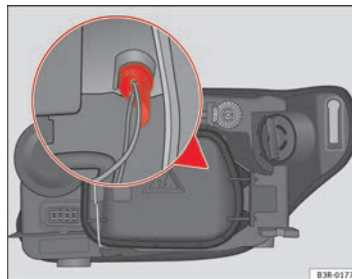

Fig. 221 Ampoule feu de position
- Retirez le support d'ampoules en le saisissant par la base ⇒ fig. 221 (on peut aussi l'extraire en tirant les câbles du support).